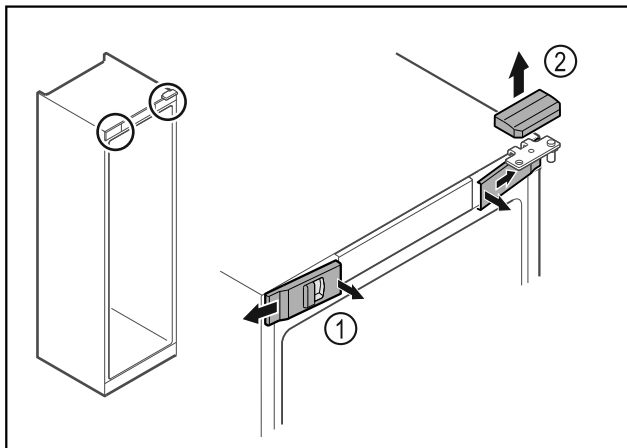

Fig. 7 *
- Trekk de innvendige dekslene foran Fig. 7 (1) ut av stilling, og ta dem av sidelengs.*
- Trekk det øvre dekselet Fig. 7 (2) opp og av.*